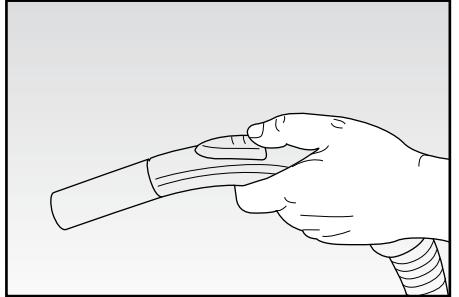

Fig. 3
La valvola dell'aria secondaria (R) si trova sull'impugnatura e viene utilizzata per regolare la forza d'aspirazione (FIG. 3).